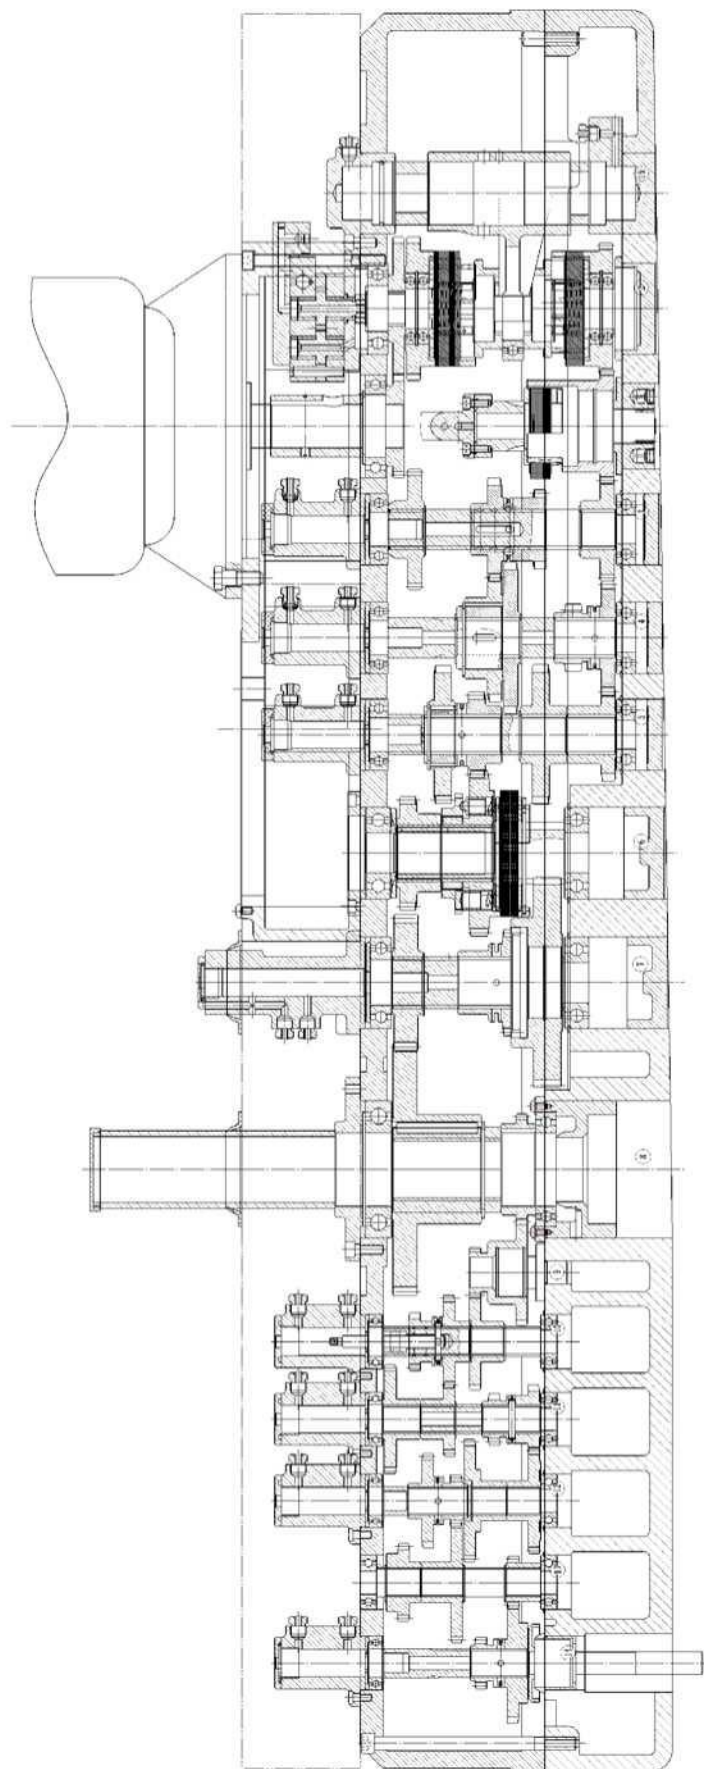

Рис. 10-1 Передача изменения скорости/подачи шпинделя
1. Механизм передачи изменения скорости шпинделя (Рис. 10-1)
2. Механизм передачи изменения скорости/подачи шпинделя (Рис. 10-1)